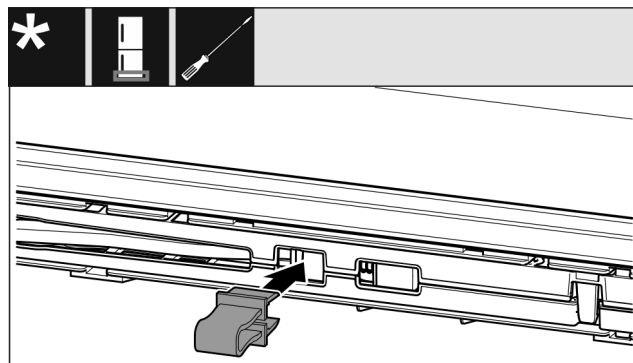

Fig. 17
- ▶ Pattintsa be a biztosítékot a nyílásba. (lásd Fig. 17)